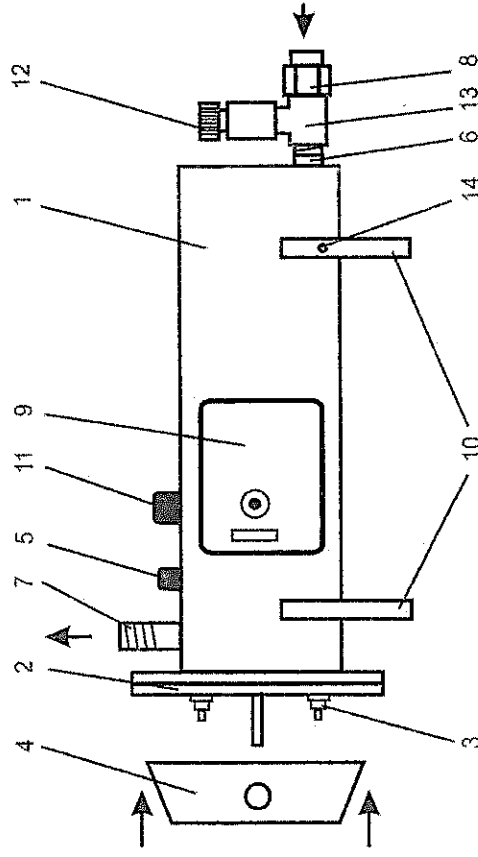

Рисунок 1.
4.1 Водонагреватели ЭПВН-7,5; 9,45; -12; -15; -18; -21; -24; -30 (рис.1) состоят из следующих основных частей: корпуса (1) с входным (6) и выходным (7) патрубками G^{1/2}; секции, состоящей из крышки (2), с одним (ЭПВН 7,5) или тремя (ЭПВН-9,45; -12; -15; -18; -24; -30-1) трубчатыми электронагревателями (ТЭН) (3) из нержавеющей стали; датчика терморегулятора (5); аварийного термовыключателя (11). Выводы ТЭНов закрыты защитным кожухом (4)